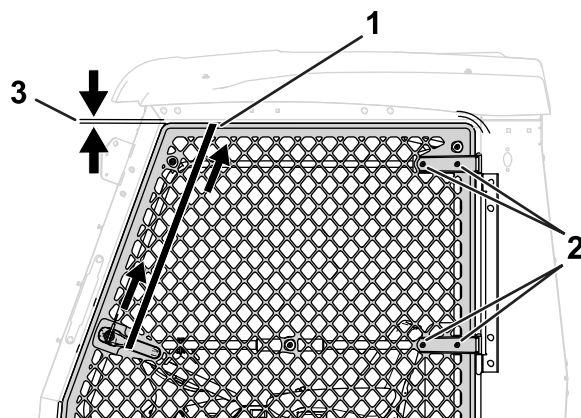

Figura 6
3. Allentate i 4 bulloni e i 4 dadi sulla cerniera dello sportello (Figura 6).
4. Serrate la cinghia di ritenzione per sollevare lo sportello (Figura 6).
2. Chiudete lo sportello e utilizzate una cinghia di ritenzione per sostenere lo sportello (Figura 6).